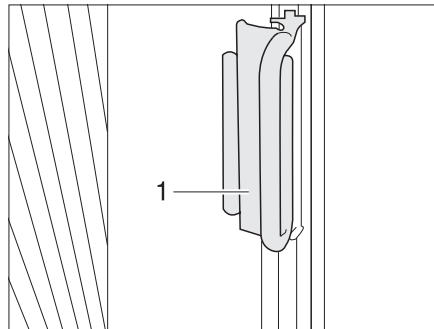

Fig. 76 Dispositifs occultants plissés pour les fenêtres côté conducteur et passager
- Saisir les dispositifs occultants plissés par la poignée (Fig. 76,1) et les tirer prudemment vers l'avant pour les fermer, jusqu'à ce que la fermeture magnétique maintienne fermé le dispositif occultant plissé.
- Faire glisser la poignée (Fig. 76,2) sur le module rapporté. Le dispositif occultant plissé est bloqué.